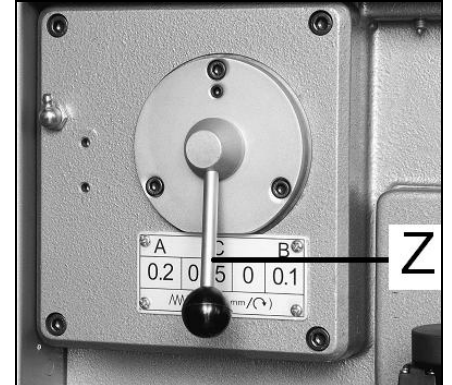

Fig 8
6.3 Autom. Pinolenvorschub Stellen Sie den gewünschten Bohrvorschub ein (Z, Fig 8).
Schalthebel (Z, Fig 8) auf Position "0" stellen.